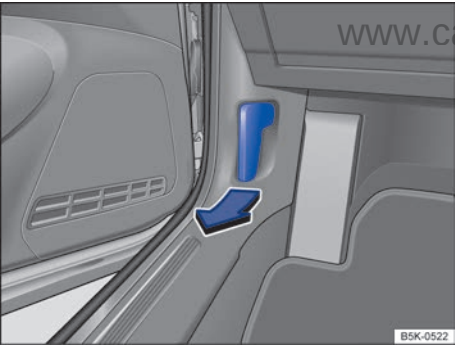

图 153 驾驶员侧脚部空间：发动机舱盖锁开启手柄
- 打开发动机舱盖前必须确保风窗刮水器臂贴合在风窗玻璃上⇒ ①。
- 打开驾驶员侧车门，然后沿箭头方向拉发动机舱盖锁开启手柄 ⇒ 图 153，发动机舱盖在弹簧机构的作用下自锁内弹开稍许 ⇒ ▲。